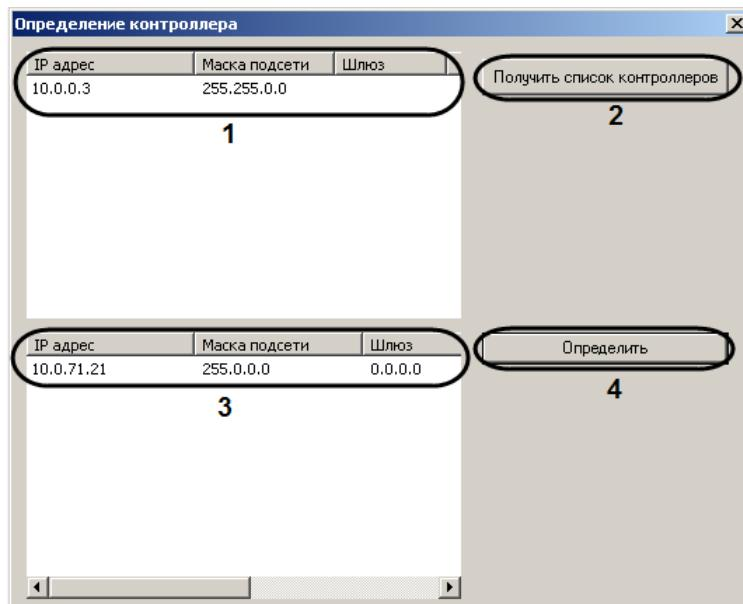

Рис. 3.2—3 Определение контроллера
3. В списке доступных сетевых интерфейсов выбрать тот, который используется для связи с контроллером Perco S20 (см. Рис. 3.2—3, 1).